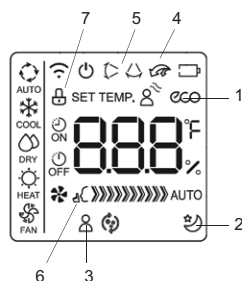

fig. 6 -
Opmerking: Als de buitentemperatuur laag is bij een hoge luchtvochtigheid, kan er zich na een lange werkingsperiode rijp afzetten op de buitenunit. Dit verschijnsel reduceert het verwarmingsvermogen van het apparaat. Er wordt daarom een ontdooicyclus geactiveerd die ongeveer 8-10 min duurt. Tijdens de cyclus gaan de interne en externe ventilator uit. De binnenunit waarschuwt dat deze cyclus aan de gang is door het frontpaneel aan te zetten (fig. 6), met de afkorting "dF" (ontdooien). Uit de buitenunit zou damp naar buiten kunnen komen. Deze cyclus vormt geen storing van de unit. Na de ontdooicyclus hervat het apparaat de normale werking in de verwarmingsmodus.
1. **"ECO / GEAR" -bedrijf** (detail 1 "fig. 6 -") (het display van de binnenunit toont gedurende 3 seconden het woord "ON" wanneer de functie is geactiveerd, "OF" gedurende 3 seconden wanneer de functie is gedeactiveerd)
2. SLEEP-bediening (detail 2 "fig. 6 -")
3. "FOLLOW ME" operatie (detail 3 "fig. 6 -")
5. TURBO-bediening (detail 4 "fig. 6 -", het display van de binnenunit toont gedurende 3 seconden het woord "ON" wanneer de functie is geactiveerd, "OF" gedurende 3 seconden wanneer de functie is gedeactiveerd)
6. SWING-bediening (detail 5 "fig. 6 -", het display van de binnenunit toont gedurende 3 seconden het opschrift "ON" wanneer de functie is geactiveerd, "OF" gedurende 3 seconden wanneer de functie is gedeactiveerd)
7. SILENCE-bediening (detail 6 "fig. 6 -", het display van de binnenunit toont gedurende 3 seconden het woord "ON" wanneer de functie is geactiveerd, "OF" gedurende 3 seconden wanneer de functie is gedeactiveerd)
9. Sleutelvergrendeling (detail 7 "fig. 6 -")